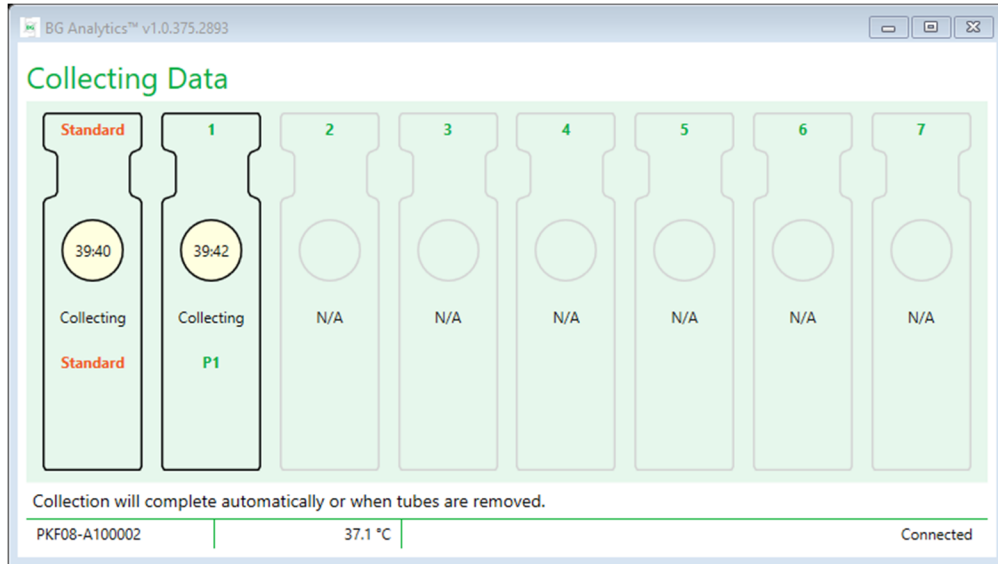

Figure 13. Écran de collecte des données de BG Analytics® avec STAT STD dans le puits standard et un (1) tube patient inséré dans le puits numéro 1.
4. Continuez de la même manière avec tous les tubes de STAT RGT contenant un échantillon de patient (comme illustré à la figure 13).